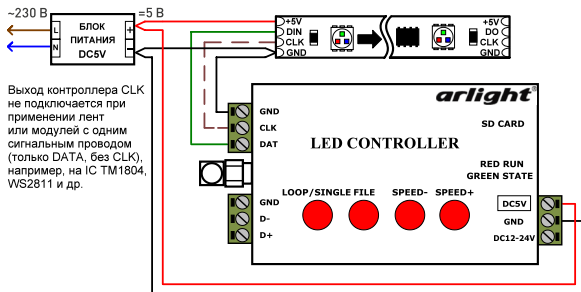
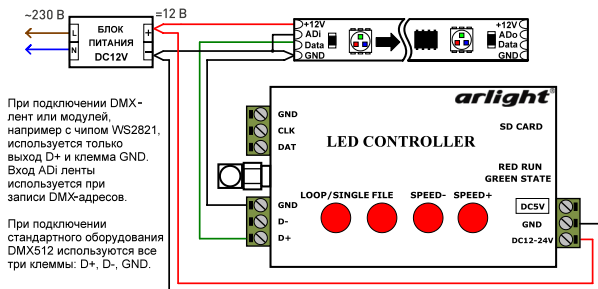

Рис. 1. Схема соединения оборудования при подключении светодиодной ленты SPI или флеш-модулей с напряжением питания DC 5 В.
Рис. 3. Схема соединения оборудования при подключении светодиодной ленты DMX или DMX-модулей с напряжением питания DC 12 В.
- 3.2. Подключите контроллер в соответствии с одной из приведенных ниже схем, в зависимости от используемого оборудования (Рис. 1 — Рис. 3).